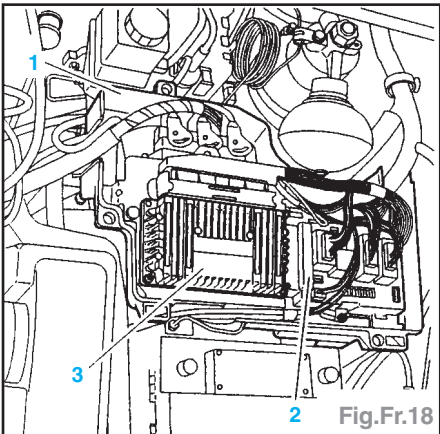

Fig.Fr.18
- Déposer (Fig.Fr.18) :
- le calculateur (3),
- le boîtier de servitude moteur (2),
- le bac calculateurs (1).